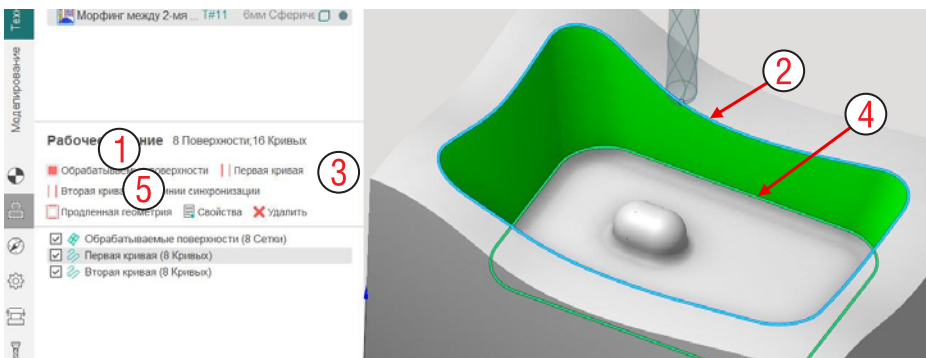

Рис. 6-14. Рабочее задание операции Морфинг между 2-мя кривыми.
Создайте новую операцию Морфинг между 2-мя кривыми. В рабочем задании укажите поверхности как на рис. 6-14 и задайте их как Обрабатываемые поверхности (1). Также в этой операции надо задать кривые; выберите верхнюю кривую (2) и нажмите на иконку Первая кривая (3), далее выберите